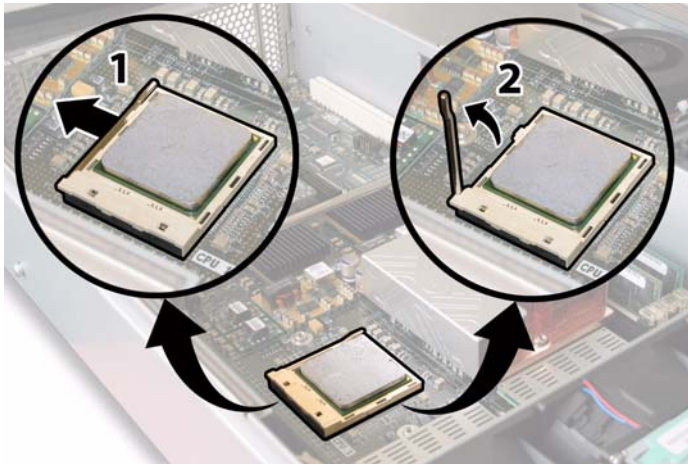

ABBILDUNG 4-46 Entriegeln des Feststellhebels des CPU-Sockels
- c. Ziehen Sie den Feststellhebel des Sockels ein wenig vom Sockel weg. Siehe ABBILDUNG 4-46.